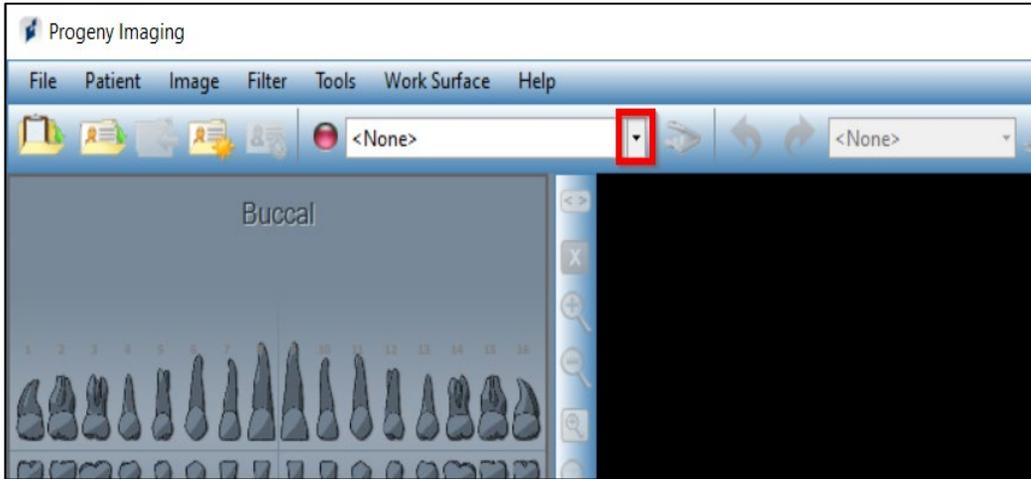

Figure 21. La flèche déroulante à côté de l'indicateur d'état du dispositif dans Progeny Imaging.
- Dans la barre d'outils située en haut de l'écran Progeny Imaging, repérer le champ déroulant situé à côté de l'indicateur circulaire rouge de l'état du dispositif. « <None> » s'affiche dans le champ. Cliquer sur la flèche déroulante à droite de ce champ. Voir la figure 21 ci-dessous.